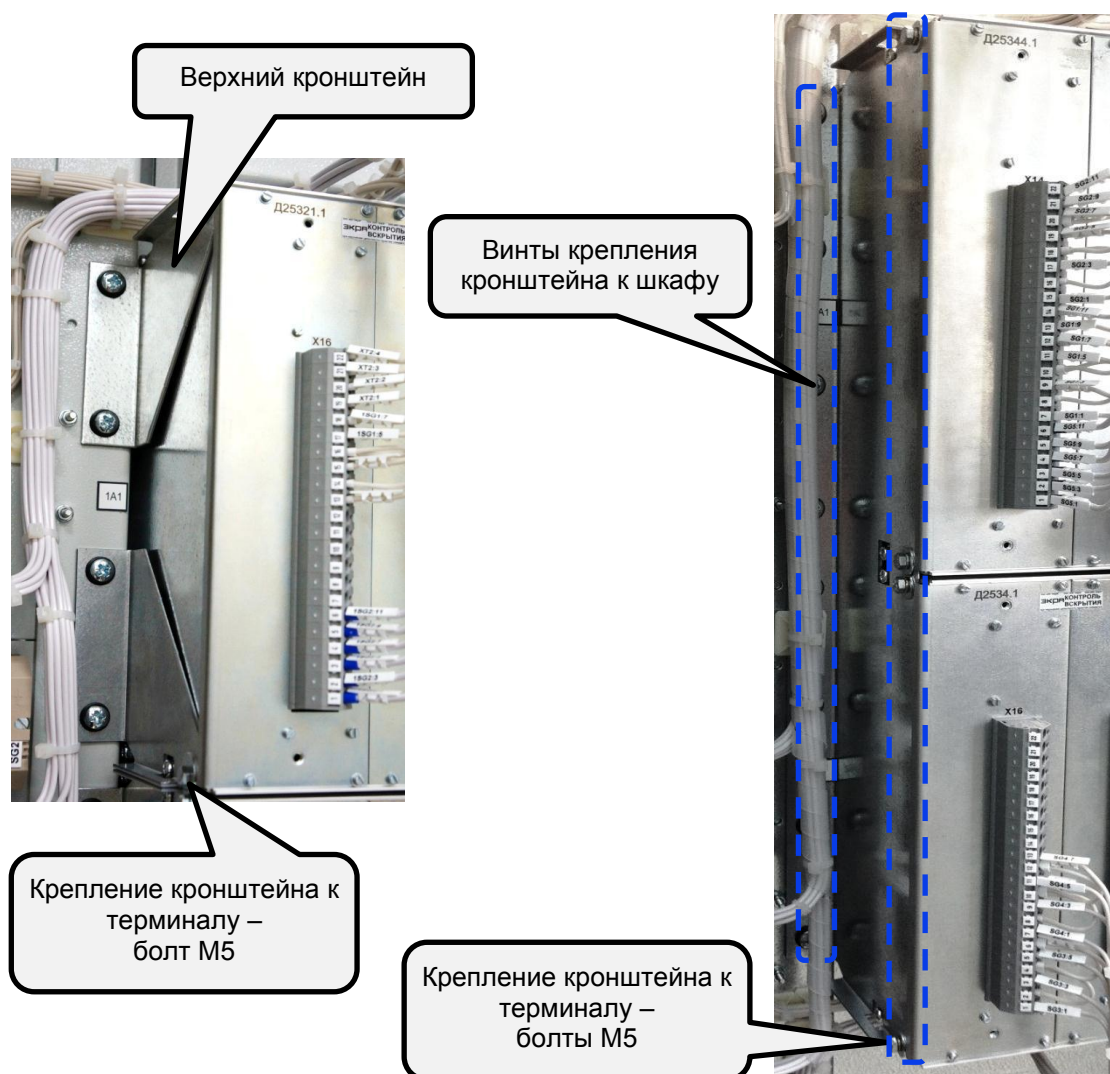

Рисунок 10 – Исполнения кронштейнов
1) кронштейны имеют вид «треугольника» и устанавливаются в верхнем и нижнем углах с боковых сторон терминала (см. рисунок 10). При этом кронштейн крепится к терминалу одним болтом М5;
2) кронштейны устанавливаются с боковых сторон терминала. Если в шкафу установлены два терминала (или терминал и модуль расширения), то они имеют единый кронштейн (см. рисунок 10). При этом кронштейн крепится к каждому терминалу двумя болтами М5 или М4.